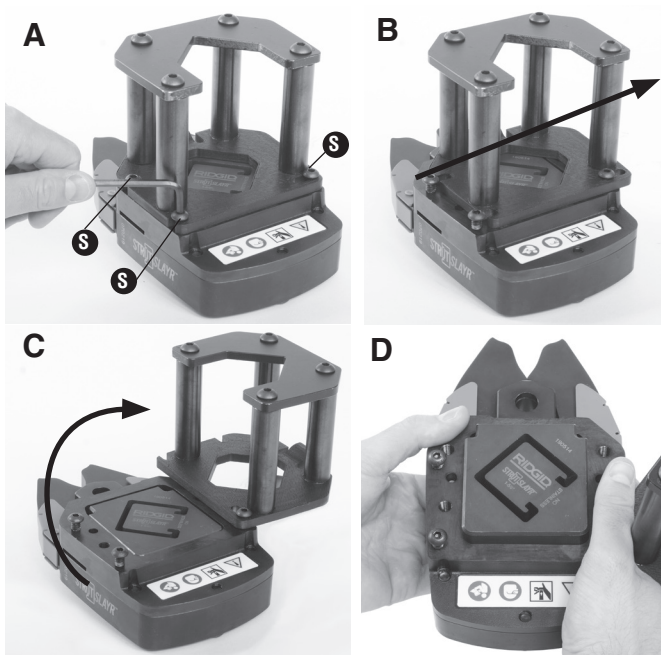

Figura 3 – Cambio de terrajas (A, B, C, D)
2. Con una llave hexagonal de  $\frac{5}{32}$ ", afloje los tornillos ("S") del soporte de la canaleta, dando dos vueltas (Figura 3 A). Deslice el soporte de la canaleta para desconectarlo de dos de los tornillos (Figura 3 B). Gire el soporte de la canalización para permitir el acceso a las terrajas (Figura 3 C). Si una canaleta queda atascada en las terrajas, podría ser necesario extraer el soporte.
3. Desde el costado opuesto del cabezal, empuje las terrajas para extraerlas (Figura 3 D). Si fuera necesario, use un martillo de maza blanda o un bloque de madera para golpear las terrajas suavemente, hasta extraerlas. No golpee las terrajas con fuerza ya que se puede dañar la herramienta.